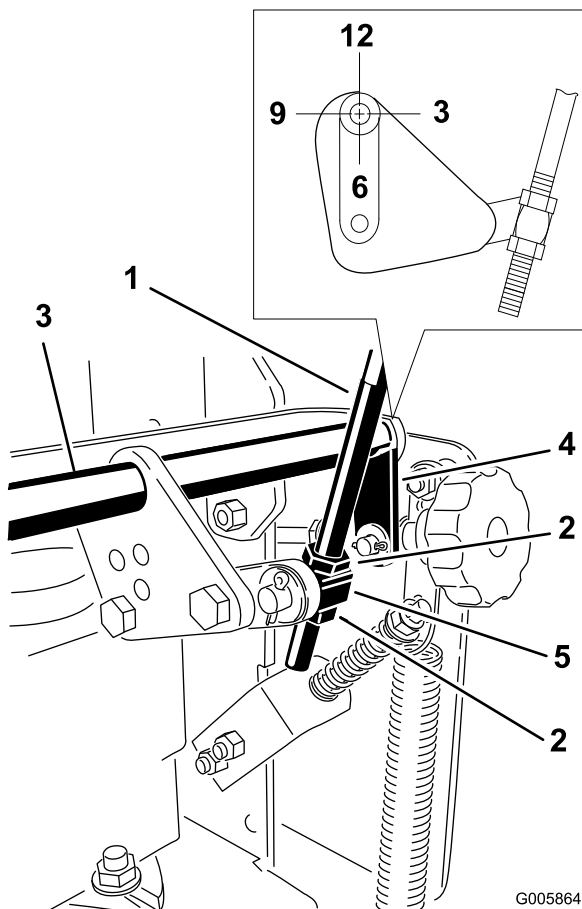

Figure 45
5. Vérifiez l'orientation des languettes aux extrémités de la manivelle de commande de vitesse. Ces languettes doivent être dirigées vers le bas, à la position 6 heures approximativement (Figure 45).
6. Si un réglage est nécessaire, desserrez les écrous de chaque côté du pivot sur la tige de commande de vitesse (Figure 45).
7. Réglez le pivot jusqu'à ce que les languettes soient positionnées à 6 heures (Figure 45).
8. Serrez les écrous de chaque côté du pivot (Figure 45).
11. Le cas échéant, réglez le pivot sur la tige de commande de vitesse au centre de la course du levier (Figure 45).